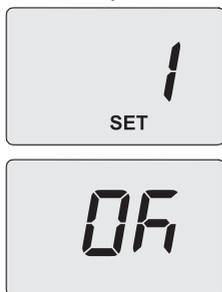

Figura 5.39
lore letto sul display corrisponde a valori decimali di coefficienti K). Sul display compare la scritta "SET" (Figura 5.39).
- Premendo il tasto 14 (Figura 5.36) si ottiene la conferma del valore inserito. Sul display appare per 3 sec. la scritta "Ok", per poi visualizzare la lista dei parametri (Figura 5.39).